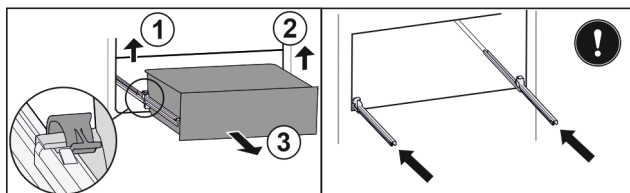

Fig. 119
- Ridicați clema din stânga și trageți concomitent sertarul din stânga spre înainte. Fig. 119 (1)
- Ridicați clema din dreapta și trageți concomitent sertarul din dreapta spre înainte. Fig. 119 (2)
- Extrageți sertarul spre înainte. Fig. 119 (3)